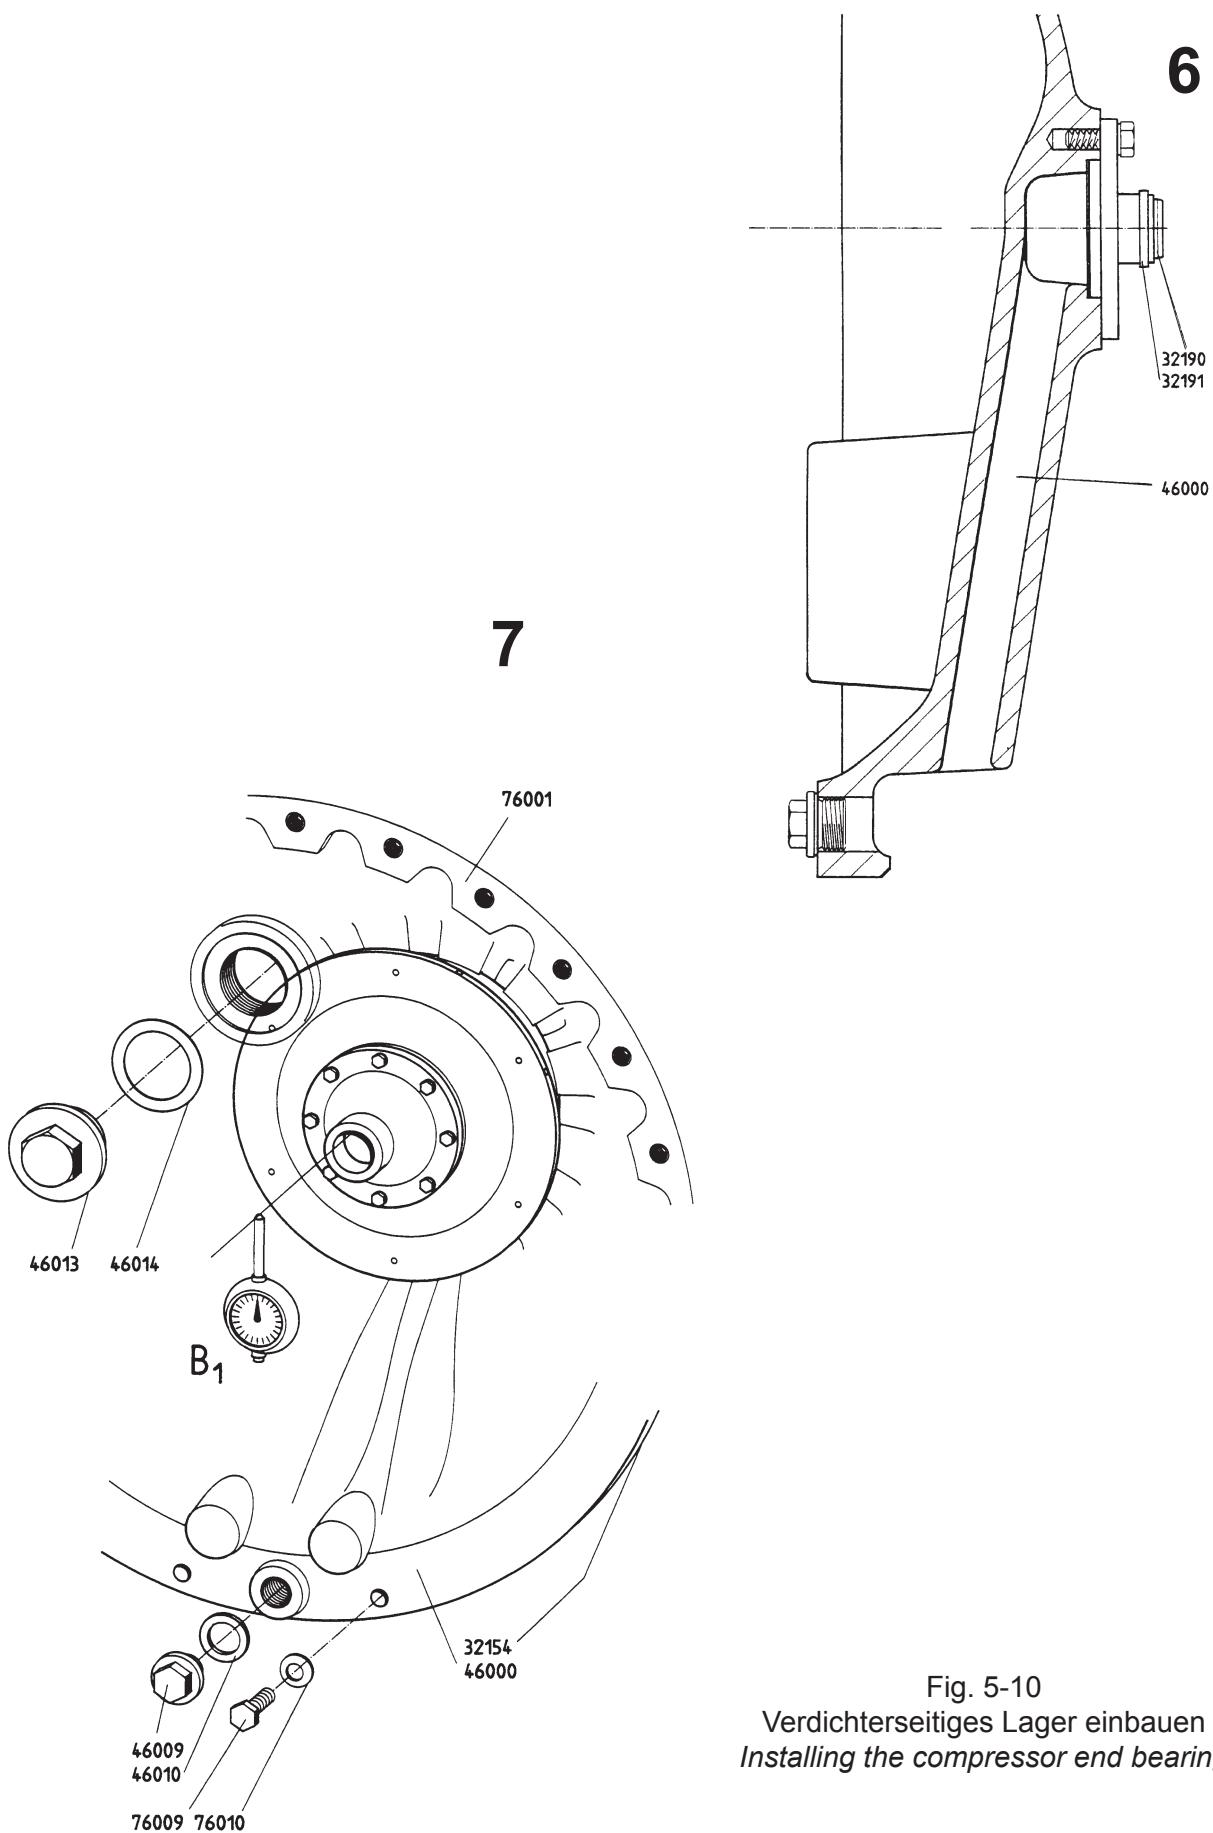

Fig. 5-10
**Caution !** If the true run is OK bend the tongue of the locking plate (32114). (see fig. 5-10/5)
- Kolbenring (32191) und Düse (32190) auf Beschädigung prüfen und bei Bedarf ersetzen (s. Fig. 5-10/6).
- Verschlusschrauben (46009) mit Dichtungen (46010) eindrehen und festziehen (s. Fig. 5-10/7).
- Verschlusschraube (46013) mit Dichtung (46014) eindrehen und festziehen (s. Fig. 5-10/7).